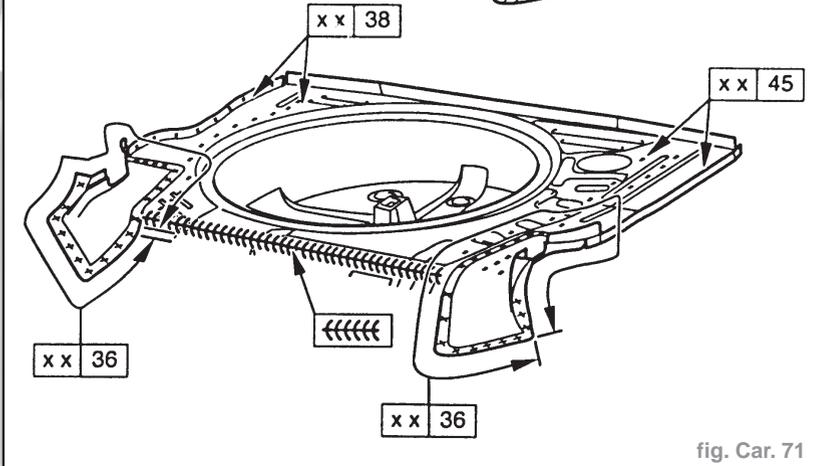

fig. Car. 71
- Adapter le plancher arrière. Préparer les brides. Appliquer la peinture à souder par points. Souder les pièces neuves (fig. Car. 71). Effectuer une soudure en bouchon par points des renforts latéraux. Conserver les cavités. Appliquer